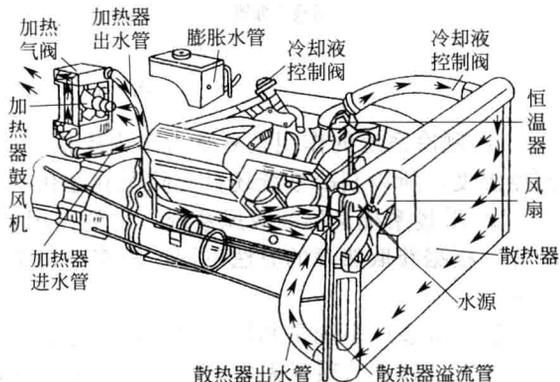

图 1-3 采暖系统
② 采暖系统 采暖系统主要由加热器、水阀、水管、发动机冷却液等组成，如图 1-3 所示。